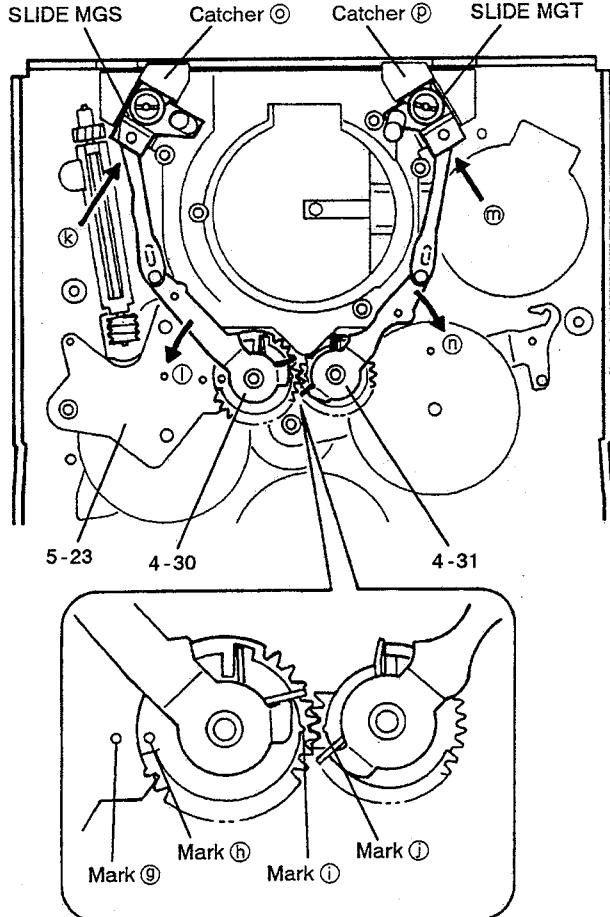

Fig. 5
- 1). As shown in Fig. 5, install 4-30 so that mark ⑨ on 4-30 is aligned with mark ⑩ on 5-23.
- 2). Insert SLIDE MGS into the groove of catcher ⑪ by pushing it from the direction of arrow ⑫.
- 1). As shown in Fig. 5, install 4-31 so that mark ⑭ on 4-31 is aligned with mark ⑮ on 4-30.
- 2). Insert SLIDE MGT into the groove of catcher ⑯ by pushing it from the direction of arrow ⑰.
- 1). 図 5 のように、4-30 のマーク ⑨ と 5-23 のマーク ⑩ が一致するように 4-30 を取り付ける。
- 2). SLIDE MGS を矢印 ⑫ の方向からキャッチャー ⑪ の溝に挿入する。(4-30 のレバーを片方の指で矢印 ⑬ の方向に戻しながら他方の指で SLIDE MGS をキャッチャー ⑪ の溝に挿入し、指を離します。)
- 1). 図 5 のように、4-31 のマーク ⑭ と 4-30 のマーク ⑮ が一致するように 4-31 を取り付ける。
- 2). SLIDE MGT を矢印 ⑰ の方向からキャッチャー ⑯ の溝に挿入する。(4-31 のレバーを片方の指で矢印 ⑱ の方向に戻しながら他方の指で SLIDE MGT をキャッチャー ⑯ の溝に挿入し、指を離します。)